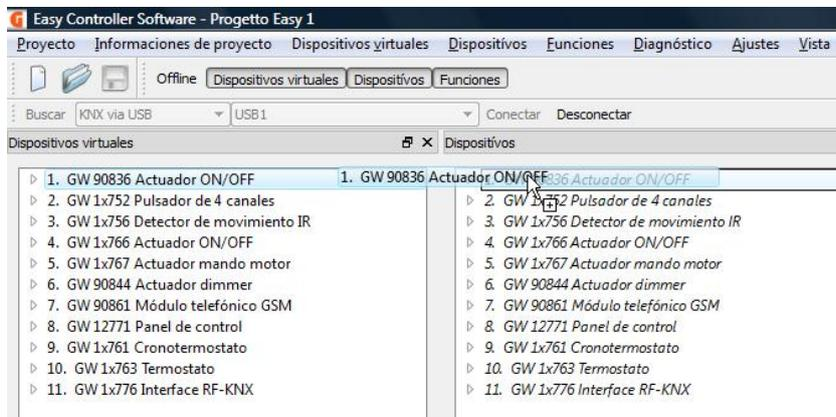
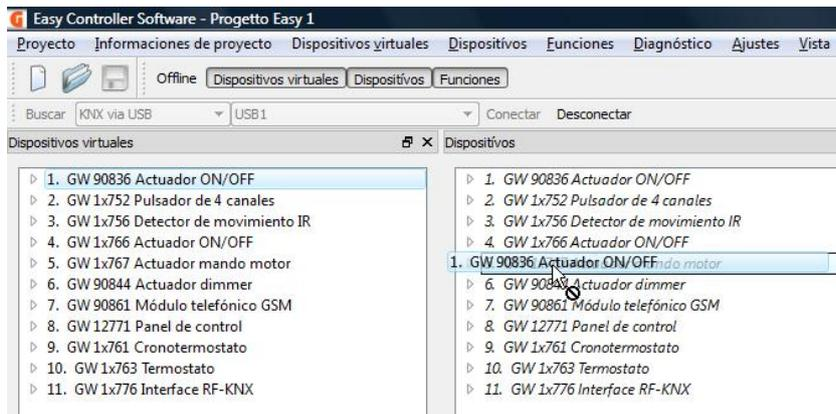

Fig.79 - Fase de asociación correcta mediante arrastre
Fig.80 - Fase de asociación incorrecta mediante arrastre
- B. Arrastrar el dispositivo de la lista **Dispositivos virtuales** directamente sobre el dispositivo de la vista **Dispositivos**; si los dispositivos son del mismo tipo, la operación se permite, como muestra la imagen 79; en caso contrario, la operación no se permite, como se muestra en la imagen 80.